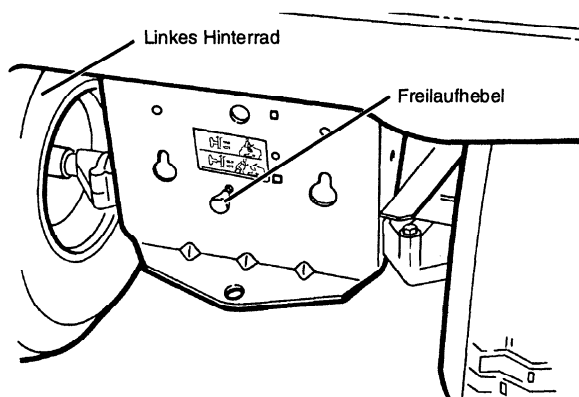

ABBILDUNG 3
NUR TRAKTOREN MIT HYDROSTAT (siehe Abbildung 3):
- Bewegen Sie sich zum Heck des Traktors. Am Heck des Traktors Freilaufhebel suchen und ihn nach hinten ziehen, bis er in einer völlig ausgedehnten Position einrastet (siehe Abbildung 3). Dadurch wird die Hydrostat Sperre im Getriebe freigegeben. Der Traktor kann jetzt im Freilauf geschoben werden.